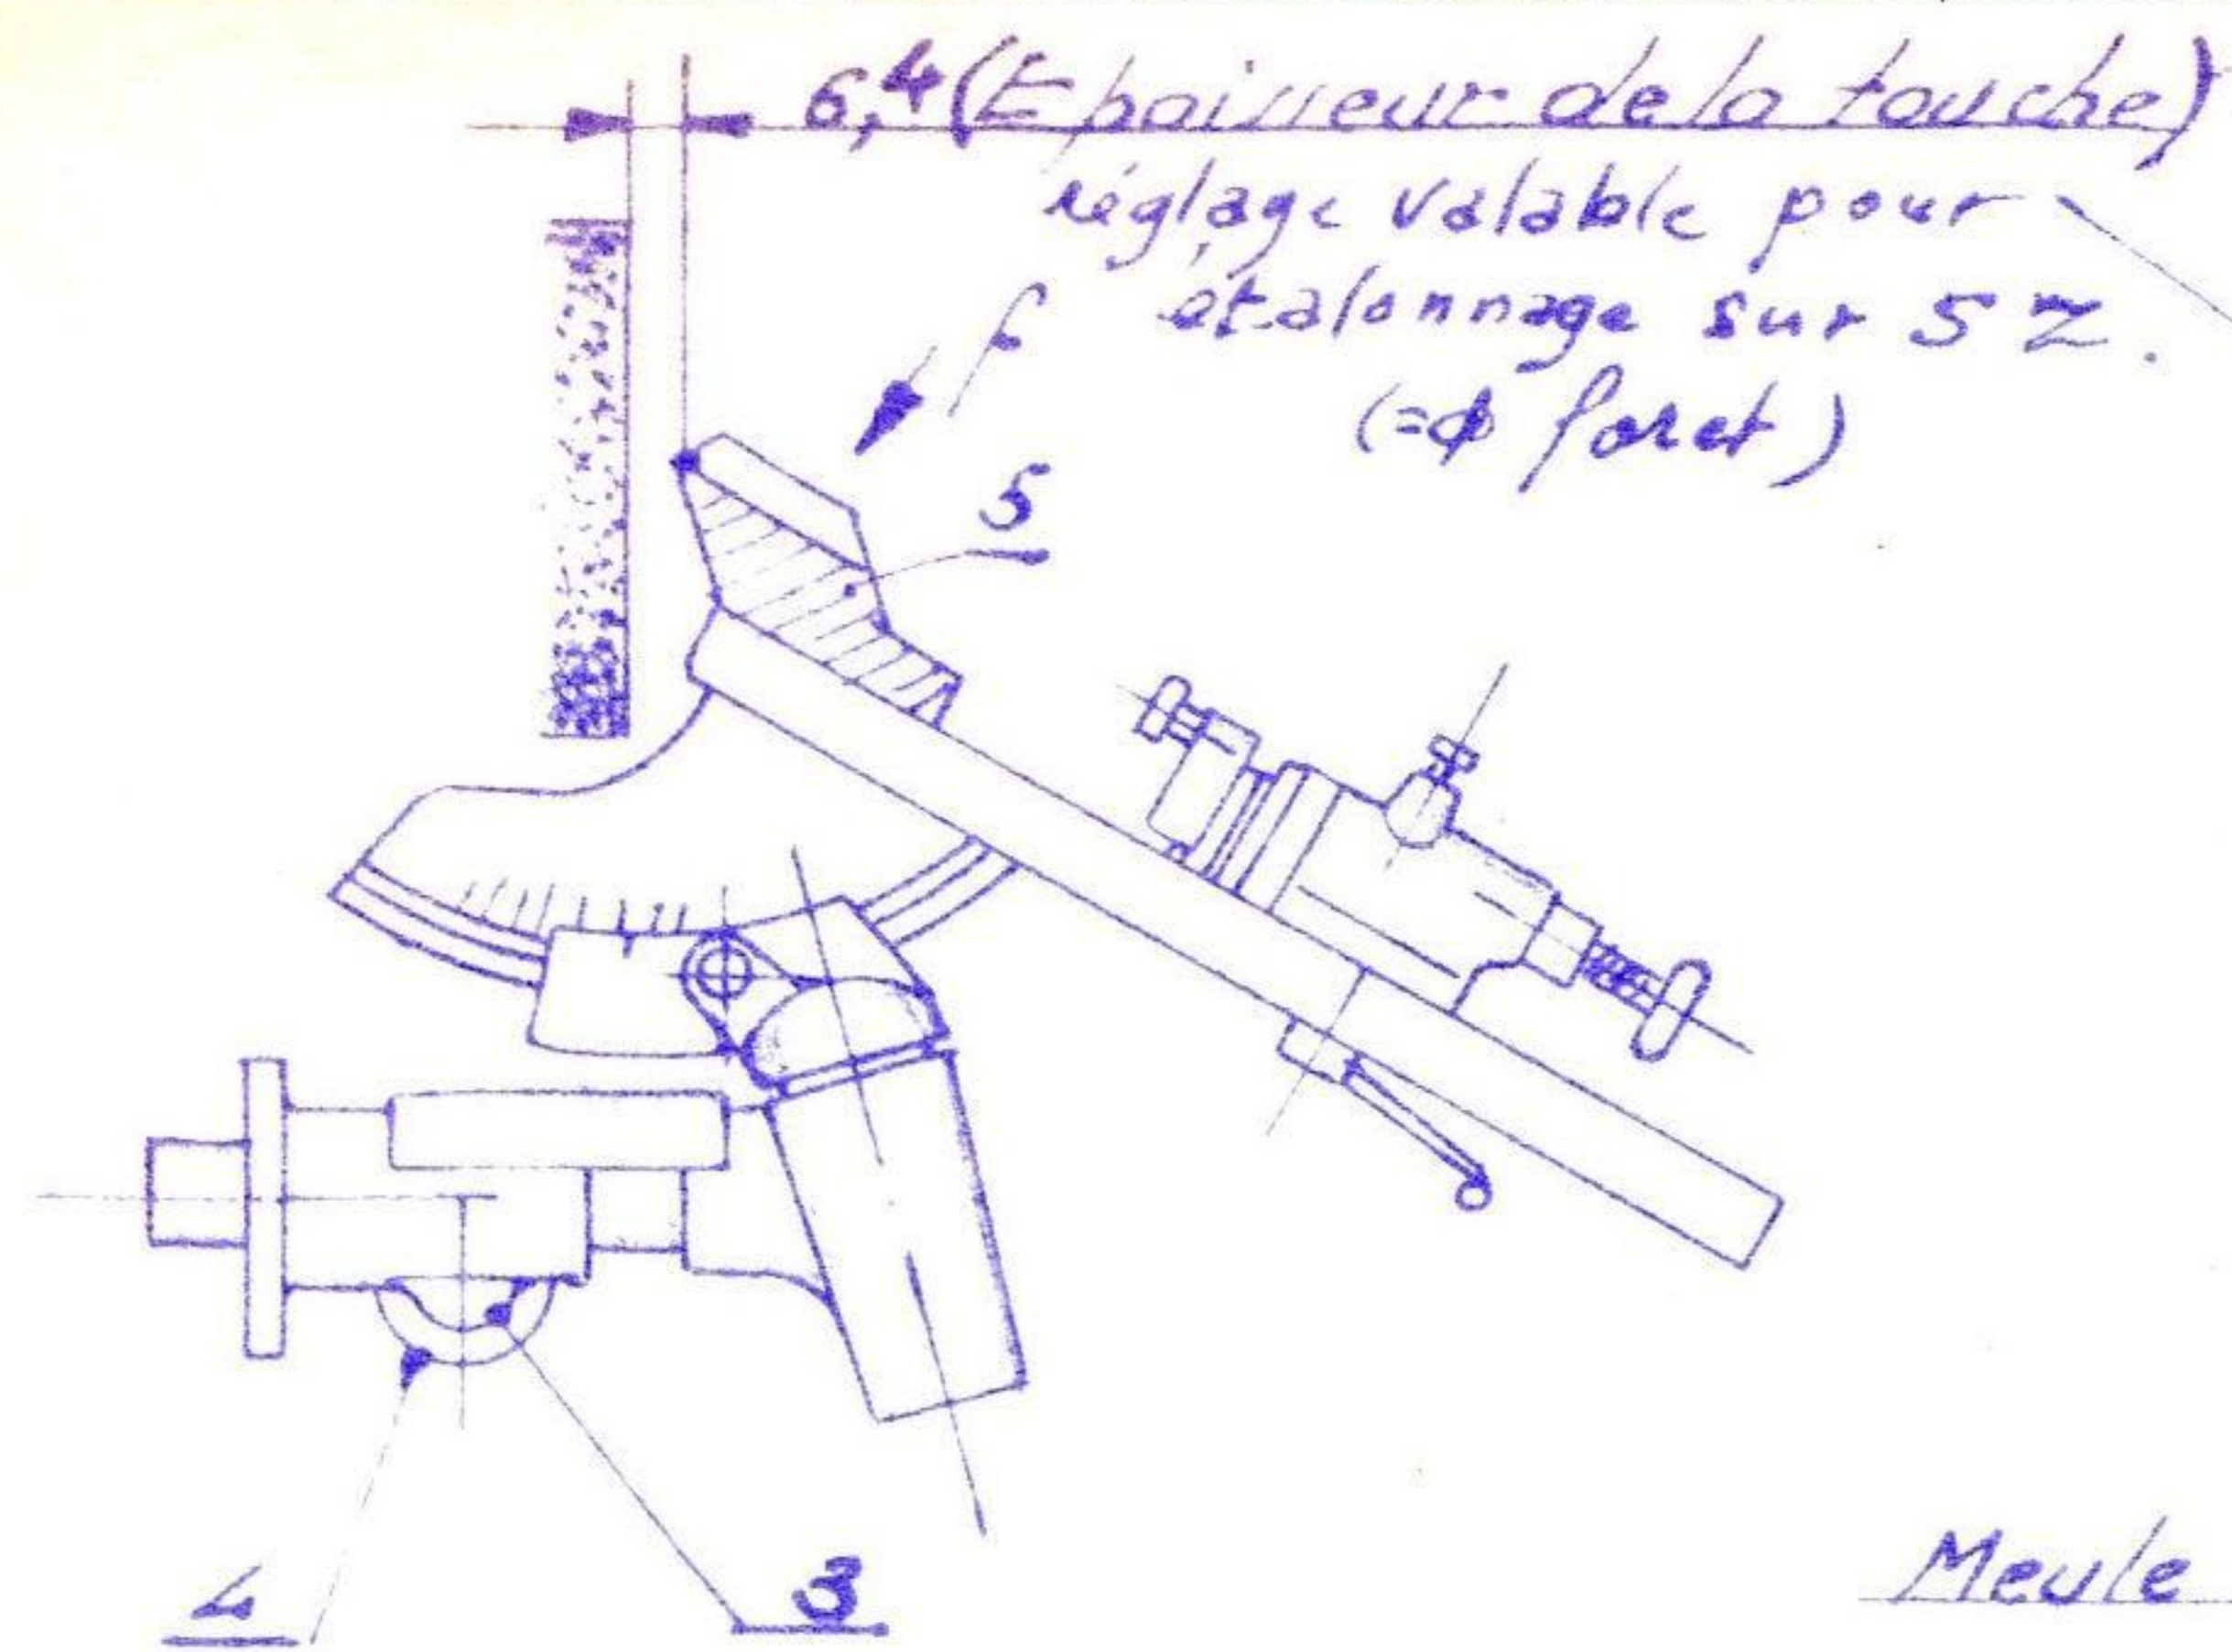

Fig. 3
- 1° - Monter le VÉ MOYEN (5) (pour forets à droite) sur le berceau (1) de telle façon que sa face arrière corresponde au trait de repère tracé sur ce berceau (fig. 3).